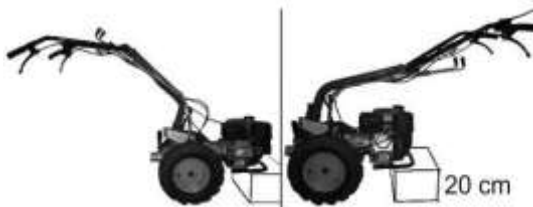

Fig. 30
3. Pentru o instalare mai ușoară a accesoriilor, vă rugăm să ridicați partea din spate a motorului cu 20 cm pentru a ține utilajul într-o poziție cât mai orizontală. Vezi Fig.30.